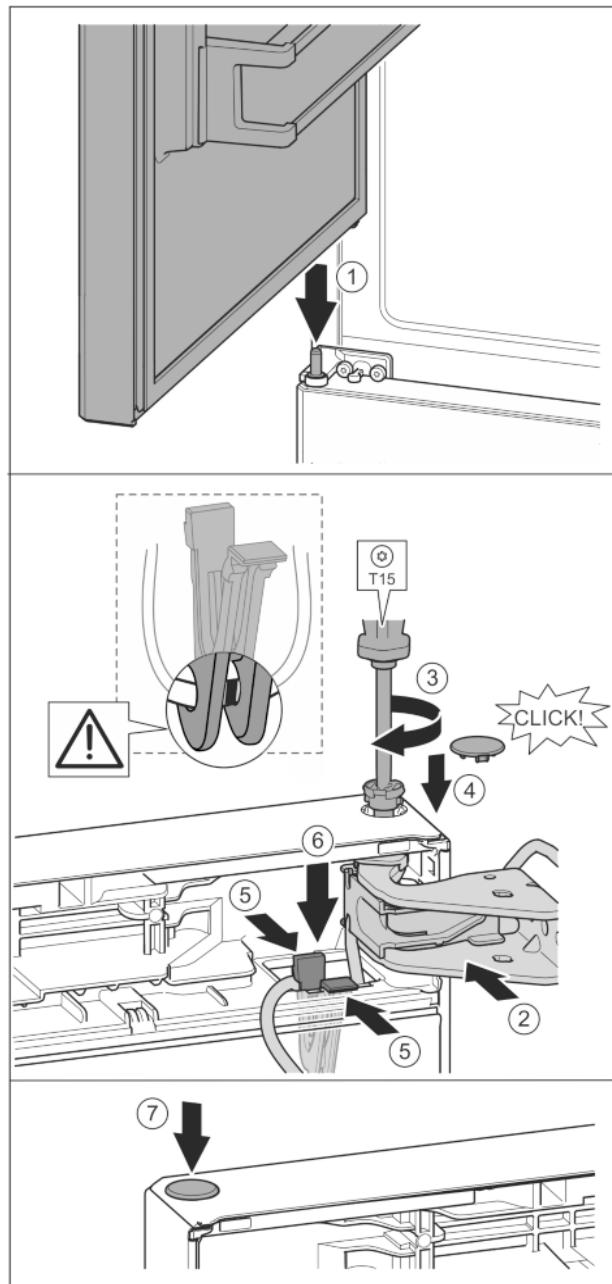

Fig. 38
- Установка верхней двери на средний опорный палец Fig. 38 (1)
- Дверь вверху выровнять по отверстию в опорном кронштейне. Fig. 38 (2)
- Вставить палец и затянуть отверткой T15. Fig. 38 (3)
- Установить предохранительную крышку для защиты двери: вставить предохранительную крышку и проверить, прилегает ли она к двери. В ином случае вставить палец полностью. Fig. 38 (4)
- Вставить держатель кабеля с закрепленным на нем кабелем в отверстие. Fig. 38 (5)
- Прижать держатель вниз так, чтобы соединительная накладка защелкнулась. Fig. 38 (6)
- Вставить заглушку. Fig. 38 (7)